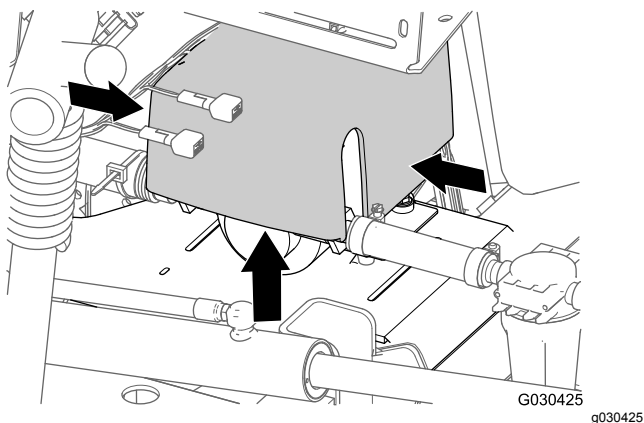

Figura 5
1. Nella parte posteriore della macchina, premete insieme i lati del coperchio della pompa di lavaggio e sollevate il coperchio fino a quando le relative alette non sono distanti dalle scanalature nella piastra a sella e rimuovete il coperchio dalla macchina (Figura 5).